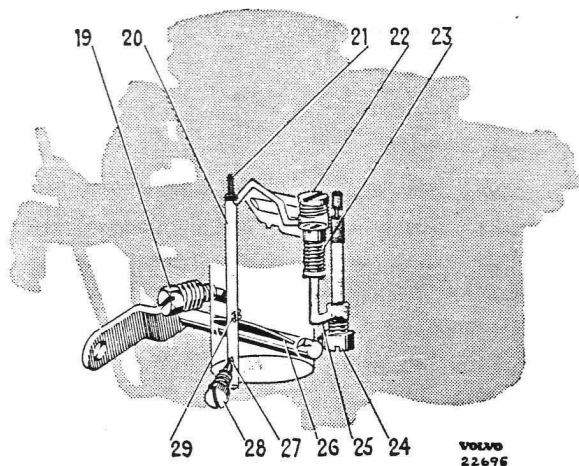

Bild 1-12. Leerlauf
Bei Leerlauf des Motors ist die Drosselklappe fast ganz geschlossen (diese Einstellung kann mit einer Anschlagsschraube reguliert werden), so dass der Unterdruck über und unter der Drosselklappe verhältnismässig hoch ist. Die Öffnung der Leerlaufdüse (27, Bild 1-12) wird von einem starken Sog durchströmt, der den Kraftstoff aus dem Kanal oberhalb der Hauptdüse (24) durch eine kalibrierte Öffnung (25)